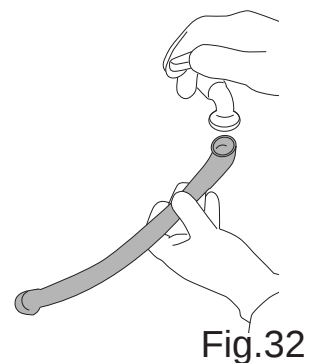

Fig.32
- Vask røret indvendigt med rindende vand (Fig.32).